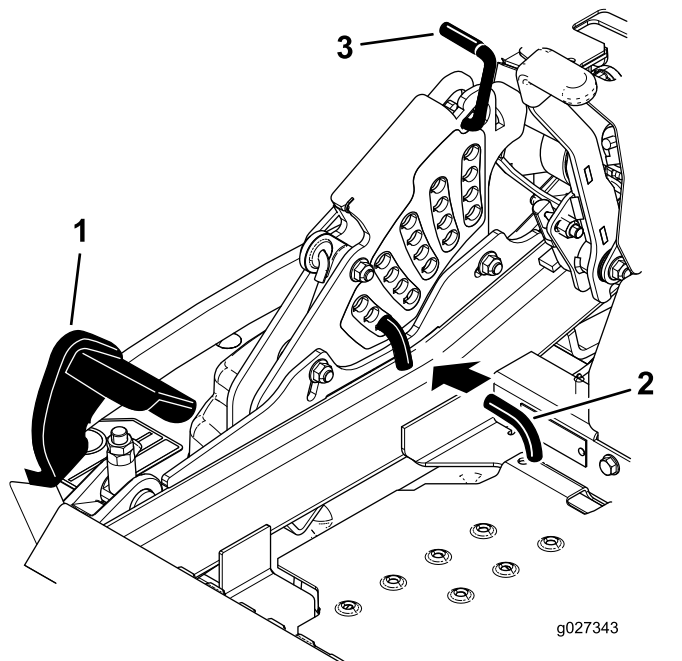

Figura 25
2. Empurre o pedal de elevação da plataforma com o pé e suba a plataforma de corte até à posição de transporte (bem como a posição da altura de corte de 140 mm) como mostra a Figura 25.
3. Para ajustar, rode o pino 90 graus e remova o pino do suporte da altura de corte (Figura 25).
4. Selecione um orifício, no suporte da altura de corte, que corresponda à altura de corte desejada e insira o pino (Figura 25).